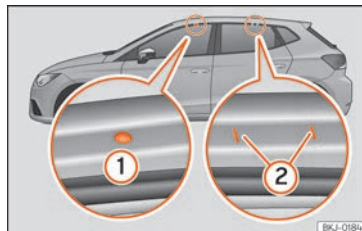

Abb. 131 Befestigungspunkte der Längsträger für den Dachgepäckträger.
Die vorderen und hinteren Befestigungspunkte ① und ② sind nur bei geöffneten Türen sichtbar »» Abb. 131.